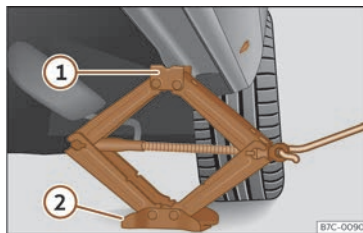

Fig. 202 Traveseiro: colocación do gato do vehículo.
- Xire a manivela do gato, situado debaixo do punto de apoio do traveseiro, para elevalo ata que a pestana ① >>> **fig. 202** quede situada baixo o aloxamento previsto.
- Aliñe o gato de modo que a pestana ① “agare” no aloxamento previsto do traveseiro e a placa base móbil ② quede apoiada no chan. A placa base ② debe caer na vertical respecto ao punto de apoio ①.